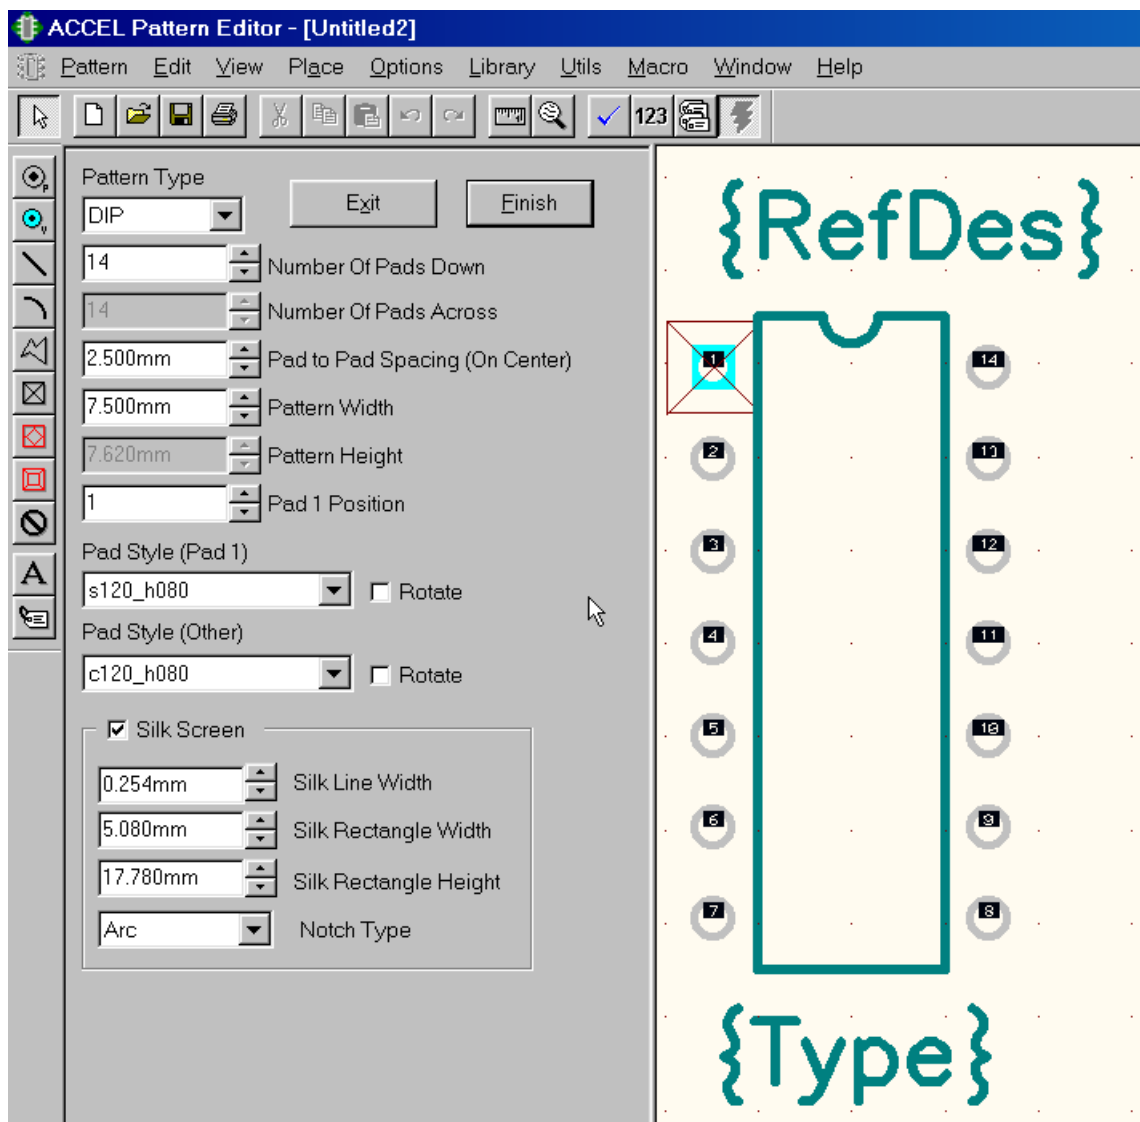

Рис. 8-22. Создание корпуса с помощью мастера
2) В окне Мастера (см. рис. 8-22) из раскрывающегося списка *Pattern Type* выберите тип корпуса DIP.
9) Установив все параметры, как показано на рис. 8-22, нажмите кнопку **Finish** для завершения работы Мастера.